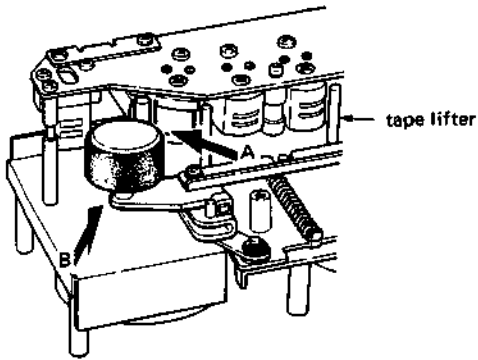
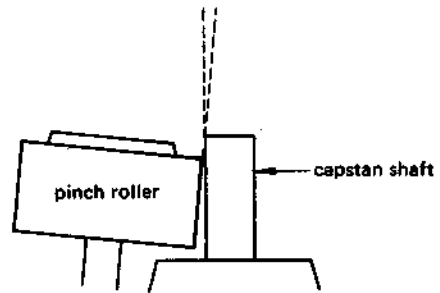

Fig. 2-12 Directions for pinch roller parallelism check
Fig. 2-13 View in direction A (example of non-parallelism)
1. Let pinch roller draw near toward capstan shaft by manually lifting up tape lifter shown in Fig. 2-12.
2. Check pinch roller/capstan shaft parallelism viewed from direction of arrow A shown in Fig. 2-12. (Refer to Fig. 2-13, 14.)
- (1) Use the jig as near as possible to the pinch roller spindle.
- (2) Do not touch the surface of spindle.
- (3) Use no other tool for this adjustment!
4. Remove pinch roller, then push up tape lifter to visually align pinch roller spindle with the capstan shaft viewed from direction of arrow B in Fig. 2-12.
1. 図2-12に示すテープ・リフタを手で押し上げ、ピンチ・ローラをキャプスタン・シャフトに近づける。
2. 図2-12に示すA方向から見て、ピンチ・ローラとキャプスタン・シャフトの平行度をチェックする。
4. 次にピンチ・ローラを外し、テープ・リフタを上げ、図2-12のB方向から見てピンチ・ローラとキャプスタン・シャフトの平行度をチェックする。